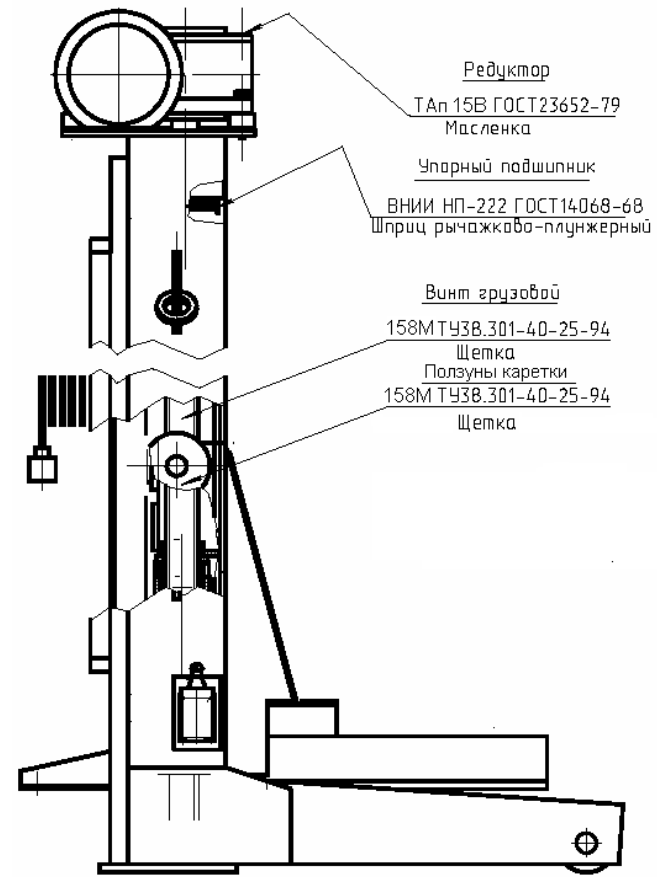

Рис. 6. Карта смазки стойки
- произвести смазку стоек подъемника в соответствии с картой смазки (см. Рис. 6).